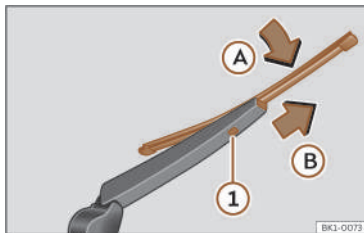

Fig. 174 Sostituzione della spazzola del lunotto posteriore.
- Ruotare leggermente la spazzola >>> **fig. 174** (freccia **A**).
- Tenere premuto il tasto di sblocco ① e tirare delicatamente la spazzola nella direzione indicata dalla freccia **B**.
- Inserire nel braccio tergilunotto una nuova spazzola **della stessa lunghezza e dello stesso tipo**, in direzione opposta a quella indicata dalla freccia **B** fino all'incastro del tasto ①.